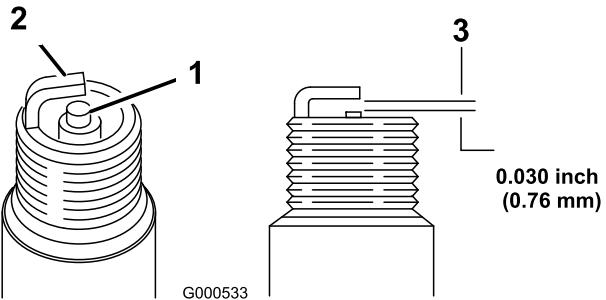

Figura 30
2. Controllate la distanza tra gli elettrodi centrale e laterale (Figura 30). Se la distanza non è esatta, piegate l'elettrodo laterale (Figura 30).
1. Controllate il centro della candela (Figura 30). Se l'isolatore è marrone chiaro o grigio, il motore funziona correttamente. Una patina nera sull'isolatore significa in genere che il filtro dell'aria è sporco.